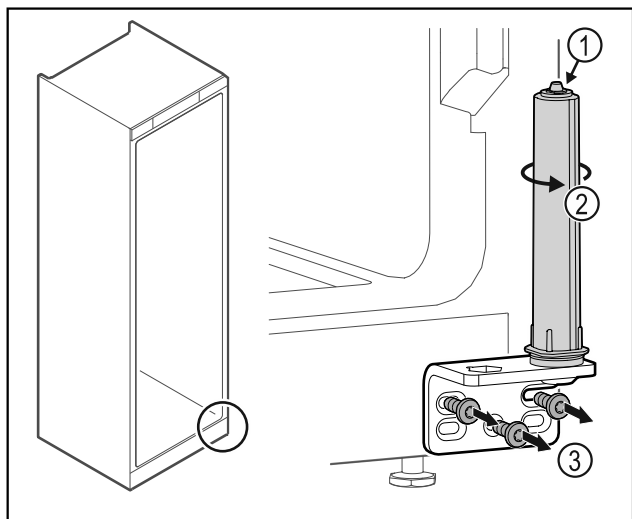

Fig. 35
- Türschließsystem nicht zerlegen Fig. 35 (1).
- Schließsystem Fig. 35 (2) drehen, bis es klickt .
- Scharnierwinkel Fig. 35 (3) abschrauben.